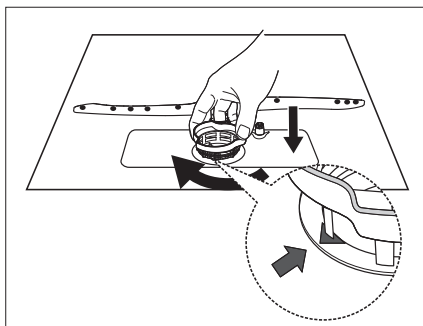

Fig. 21
- Para volver a insertar el sistema de filtro, proceda a la inversa. (véase **fig. 21**)